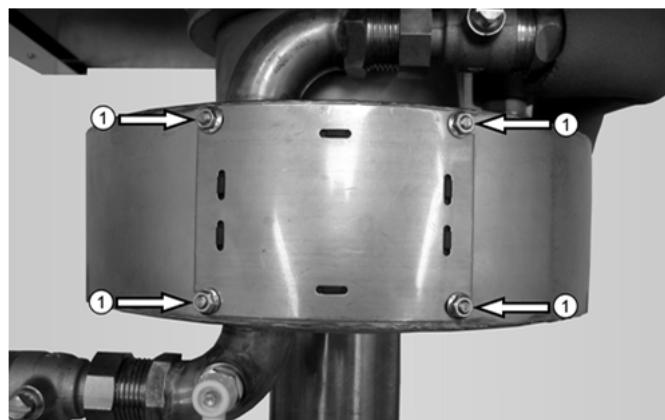

Abb. 74: Befestigungsmuttern ① der Reinigungsabdeckung
- Öffnen Sie die Kugelventile (2) (s. Abb. 74) wieder, um eine Zerstörung des RWT durch ansteigenden Druck zu verhindern.